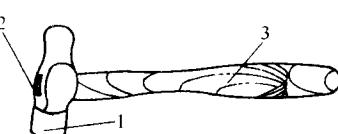

图 1-12 手锤
(2) 手锤 手锤是钳工常用的敲击工具, 由锤头和木柄两部分组成, 如图 1-12 所示。手锤的规格以锤头的质量来表示, 有 0.25kg、0.5kg、1kg 等几种。安装时用楔子楔紧, 以防工作时锤头脱落伤人。